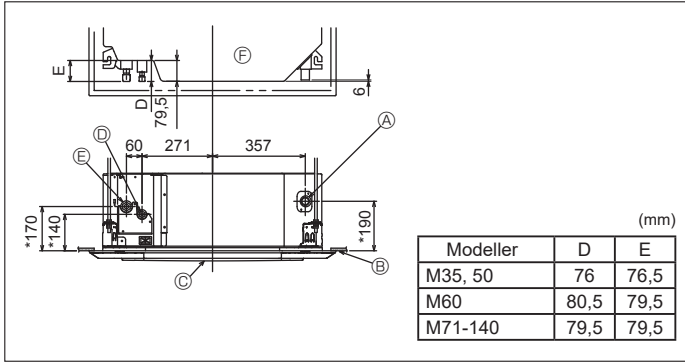

Fig. 3-3
3.3. İç ünitadaki soğutucu ve drenaj borularının konumları (Fig. 3-3)